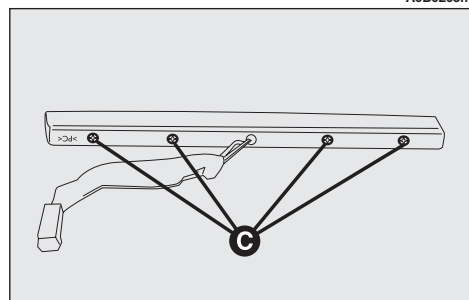

fig. 50
- Slacken the screws (C-fig. 50).